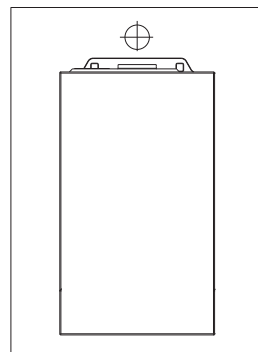

Рис. 2
- e) далее котел навесьте на подвесную панель (рис. 2)